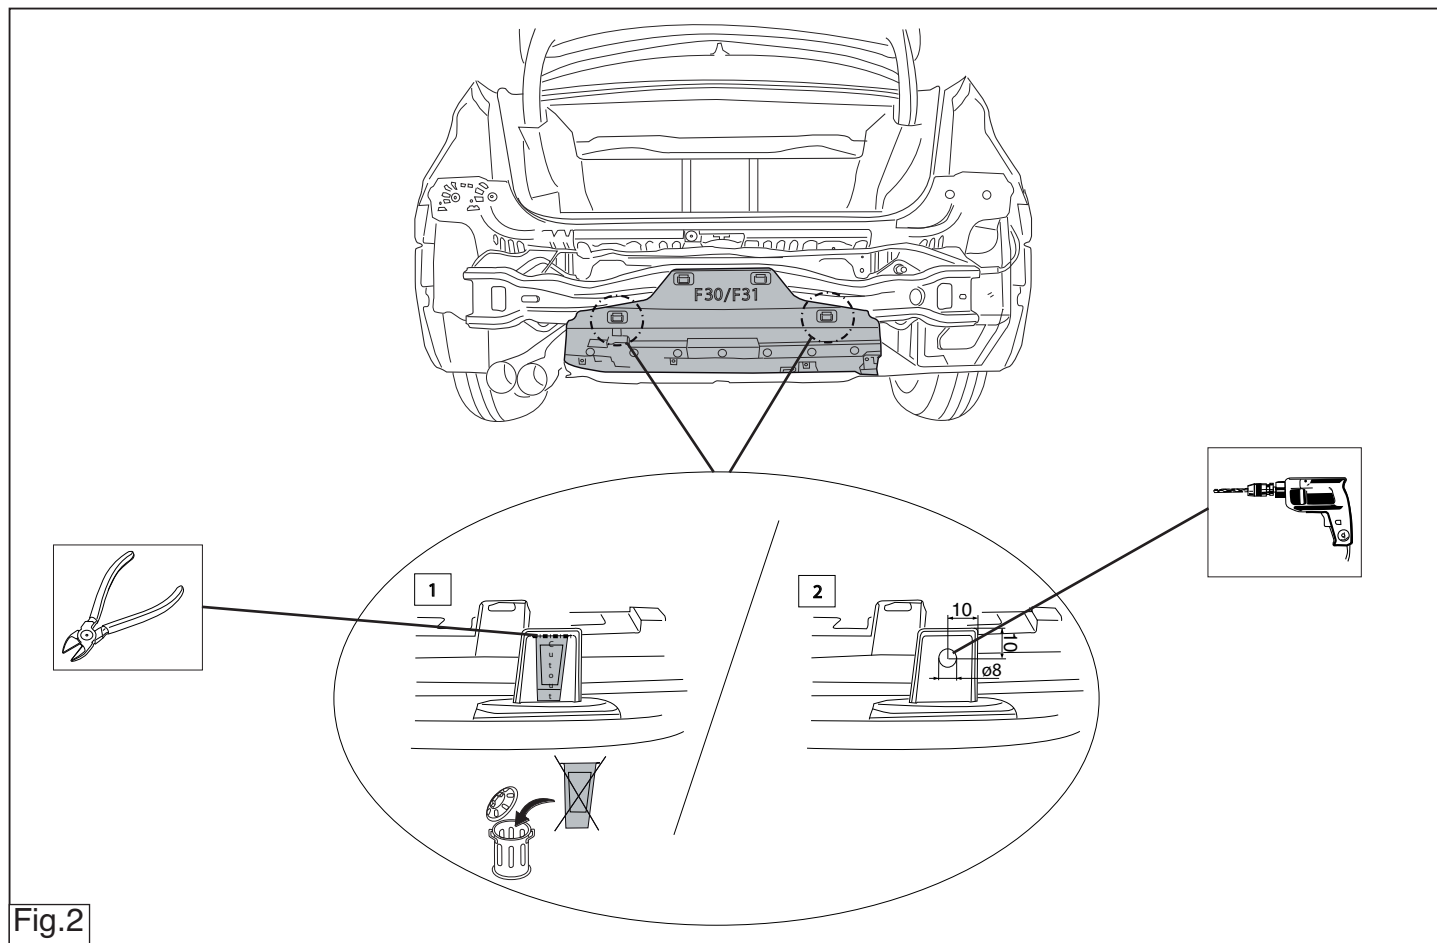

Fig.2
3. Просверлить в буферном бруске отверстия В $\varnothing$ 8 мм, см. рис. 2.